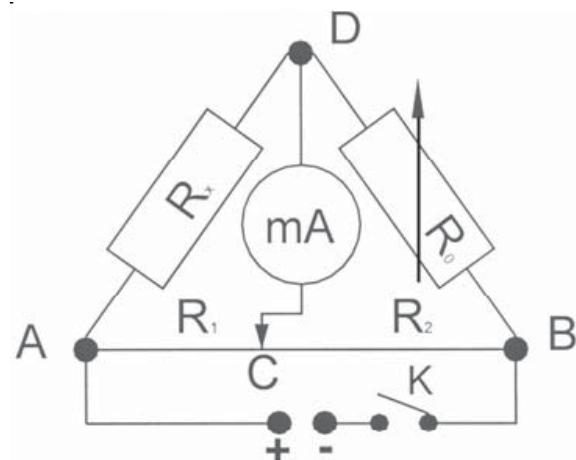

Fig. 1
A montagem de uma ponte de Wheatstone serve para determinar uma resistência (veja fig. 1). Para tal, são conectados um cabo de resistência de comprimento  $l = l_1 + l_2$  e a resistência específica  $\rho$  (Ωm) com a resistência  $R_X$  a ser
- Conectar a montagem da experiência como ilustrado (veja fig. 1).
- Montar a experiência como indicado na fig. 1, porém, em vez de uma lâmpada incandescente, utiliza-se cabos de resistência de 1 a 3 m de comprimento.